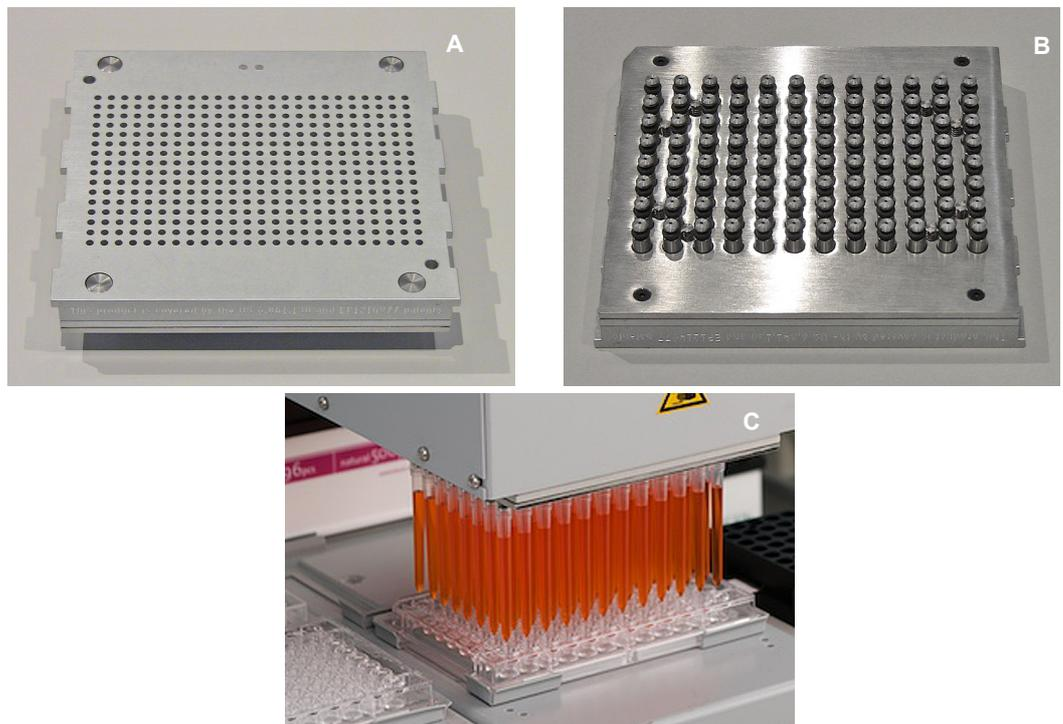

Fig. 4-41 Adaptateur DiTi 1to1 MCA384
- « Adaptateur 96 embouts en acier 125 µl MCA384 », Fig. 4-41